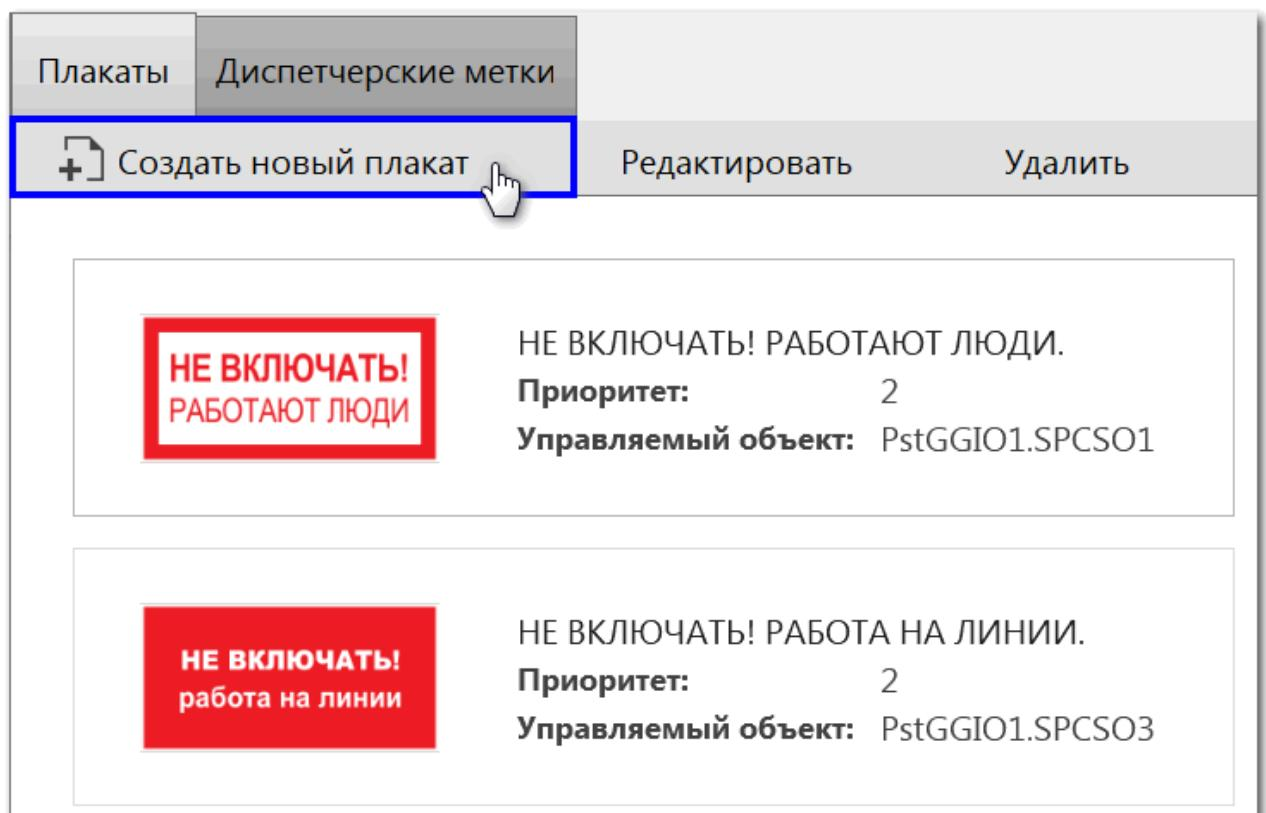

Рисунок 121 - Создать новый плакат
- На вкладке **Плакаты** нажмите **Создать новый плакат** (Рисунок 121).